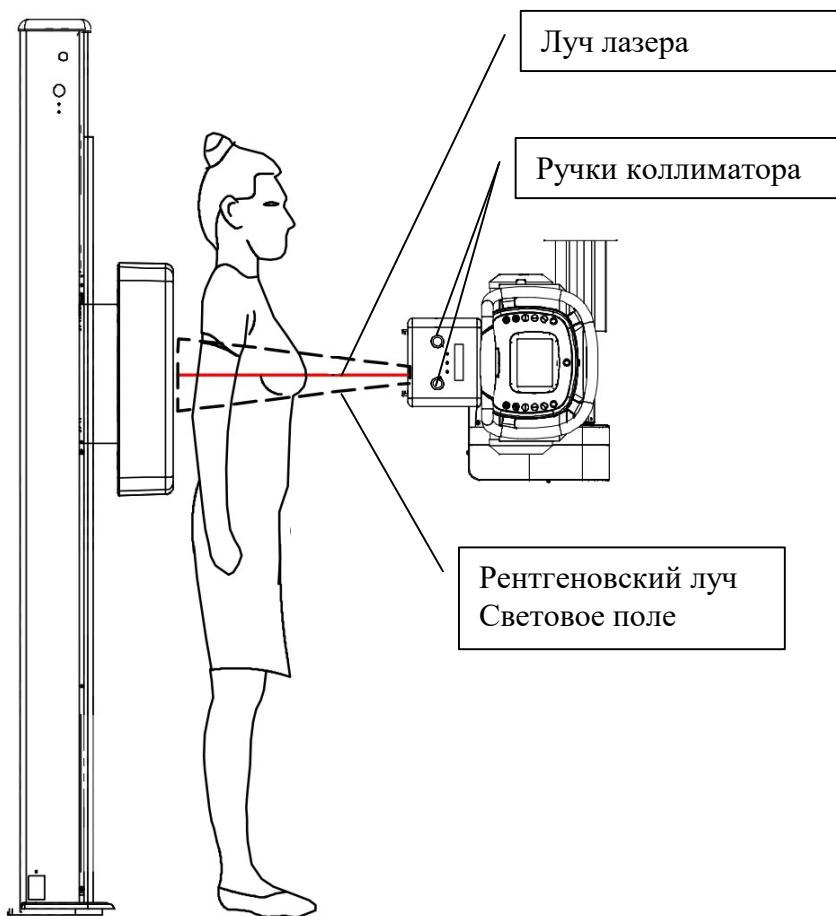

Рисунок 4.17 – Расположение пациента
1. Направьте излучатель с коллиматором на цифровой детектор (рисунок 4.17).
Генератор, управляемый с виртуальной консоли компьютера, должен быть оснащен блоком для связи с ПК (интерфейсом ПК). Этот блок включает в себя кнопки «Питание включено/выключено» и ручную кнопку снимка для выполнения экспозиции (рисунок 4.17).